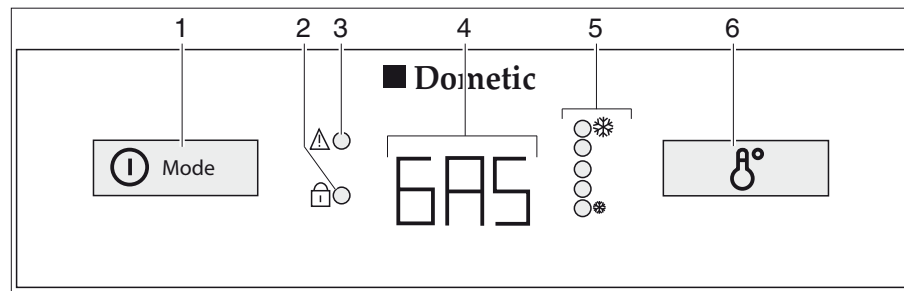

Bild 334 Reglage, knappar för kylskåpet (Dometic 8-serie med AES)
Vid störningar blinkar LED-indikatorn störning "⚠" (Bild 334,3).
Om 230 V-försörjningen **inte** är ansluten och fordonets motor är **avstängd**, väljer AES driftläget gasdrift. När gasdriften väljs öppnas tändsäkringen automatiskt så att gas kan strömma till brännaren. Samtidigt tillkopplas den elektroniska tändaren. Om gaslågan skulle slockna, t. ex. på grund av att det blåser, aktiveras tändaren direkt igen och tänder gasen. Vid störning i gasdriften blinkar texten "GAS" i driftindikeringen (Bild 334,4).
När kylskåpet sätts på väljs automatiskt en termostatinställning i mittläge. Denna inställning kan ändras manuellt med brytaren för temperaturinställning (Bild 334,6). LED-indikatorerna (Bild 334,5) visar den valda termostatinställningen. Med hjälp av denna knapp ställs kyltemperaturen in för alla tre energikällorna. Det tar alltid några timmar innan man har en normal drifttemperatur i kylskåpet. Om en omkoppling sker till en annan energikälla förändras termostatinställningen inte. Kyltemperaturen bibehålls oberoende av den valda energikällan.
- Tryck på strömbrytaren/energiväljaren (Bild 334,1) i två sekunder för att starta apparaten. Det senast valda driftläget visas i driftindikeringen (Bild 334,4).
- Välj energikälla med strömbrytaren/energiväljaren (Bild 334,1).
- Ställ in kyltemperaturen på väljaren för temperaturinställning (Bild 334,6). LED-indikatorerna (Bild 334,5) visar den valda termostatinställningen.
- Tryck på strömbrytaren/energiväljaren (Bild 334,1) i två sekunder. Alla indikeringarna slocknar.